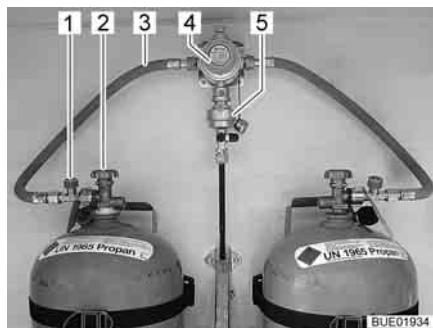
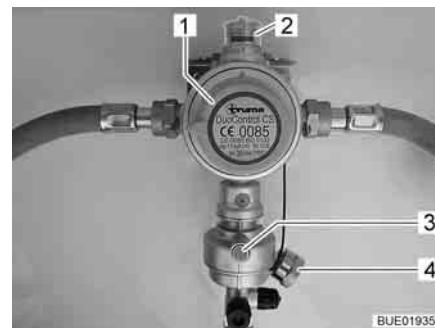

Fig. 88 Bombole del gas con DuoControl
Fig. 89 Impianto di regolazione DuoControl
L'impianto di regolazione DuoControl consiste in una valvola di commutazione (Fig. 88,4) e un sensore crash (Fig. 88,5). L'impianto di regolazione DuoControl è installato tra i tubi flessibili del gas (Fig. 88,3) con un dispositivo antirottura del tubo flessibile (Fig. 88,1). Con la manopola (Fig. 89,1) sulla valvola di commutazione è possibile stabilire quale delle bombole del gas viene utilizzata come bombola in uso e quale come bombola di riserva.
Nella finestra di controllo (Fig. 89,2) viene visualizzato lo stato del rifornimento di gas:
Il funzionamento con una sola bombola del gas è consentito, ma in questi casi il collegamento aperto deve essere assolutamente chiuso con una copertura cieca (Fig. 89,4).
Il sensore crash blocca l'alimentazione del gas in caso di forti vibrazioni (es. incidente). Il sensore crash viene azionato mediante pressione del tasto reset verde (Fig. 89,3).
Il dispositivo antirottura del tubo flessibile (Fig. 88,1) blocca il flusso di gas quando il tubo flessibile collegato si rompe. Il dispositivo antirottura del tubo flessibile deve essere attivato premendo il tasto verde.
Tramite la centralina di controllo (Fig. 90) è possibile attivare e disattivare l'alimentazione del gas tramite l'impianto di regolazione DuoControl. Le valvole principali di arresto (Fig. 88,2) delle bombole del gas e i rubinetti di arresto del gas degli apparecchi devono essere aperti manualmente.
- Con la manopola (Fig. 89,1) sulla valvola di commutazione selezionare la bombola del gas, da cui proviene la principale alimentazione del gas (bombola in uso). Girare la manopola fino all'arresto.
- Aprire le valvole principali di arresto (Fig. 88,2) delle bombole del gas.
- Premere il tasto verde del dispositivo antirottura del tubo flessibile (Fig. 88,1). Nella finestra di controllo (Fig. 89,2) viene visualizzato il simbolo verde.
- Chiudere le valvole principali di arresto (Fig. 88,2) delle bombole del gas.
Se la spia di controllo verde (Fig. 90,6) si spegne durante il funzionamento e la spia di controllo rossa (Fig. 90,5) si accende, significa che la bombola in uso è vuota e deve essere sostituita. Nella finestra di controllo (Fig. 89,2) viene visualizzato il simbolo rosso. La bombola di riserva continua ad alimentare le utenze a gas.
- Ruotare di mezzo giro la manopola (Fig. 89,1) in direzione della bombola del gas utilizzata. In questo modo questa bombola del gas ora è la bombola in uso, mentre la bombola del gas vuota diventa la bombola di riserva. Il simbolo nella finestra di controllo (Fig. 89,2) passa da rosso a verde.
- Chiudere la valvola principale di arresto (Fig. 88,2) della bombola del gas vuota. Osservare la direzione della freccia.
- Premere il tasto verde del dispositivo antirottura del tubo flessibile (Fig. 88,1).